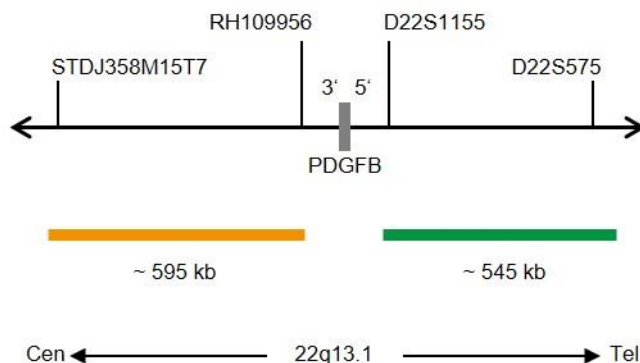

Abb. 1: SPEC PDGFB Sondenlokalisierung (nicht maßstabsgetreu)
- ZyGreen (Anregung 503 nm/Emission 528 nm) markierten Polynukleotiden (~10 ng/ μ l), die gegen Sequenzen in 22q13.1* (chr22:39,720,415-40,267,687) gerichtet sind, welche distal zur PDGFB-Bruchpunktregion lokalisiert sind (siehe Abb. 1).
- ZyOrange (Anregung 547 nm/Emission 572 nm) markierten Polynukleotiden (~4,5 ng/ μ l), die gegen Sequenzen in 22q13.1* (chr22:38,928,973-39,526,228) gerichtet sind, welche proximal zur PDGFB-Bruchpunktregion lokalisiert sind (siehe Abb. 1).